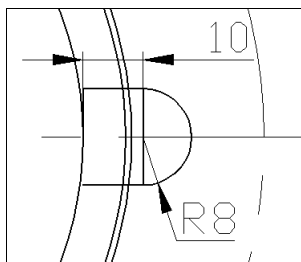

Рис. 6.4. Дуга и ломаная вблизи горизонтальной осевой линии
Теперь проведите вспомогательную ломаную из четырех отрезков с началом в точке пересечения правой половины горизонтальной осевой линии и внутреннего круга диаметром 118. Для этого включите режим **ORTHO** (ОРТО) (нажмите клавишу <F8>) и воспользуйтесь для построения отрезков ломаной линии методом направление-расстояние в следующем порядке от начальной точки (рис. 6.4):
Теперь на вертикальном отрезке ломаной построим дугу окружности радиусом 8 (рис. 6.4).
2. Начальную точку дуги укажите привязкой  **Endpoint** (Контотчка), привязавшись к нижнему концу вертикального отрезка ломаной, центр ее — привязкой  **Midpoint** (Середина) к середине стороны, а конец — привязкой  **Endpoint** (Контотчка) к верхнему концу отрезка (рис. 6.4).